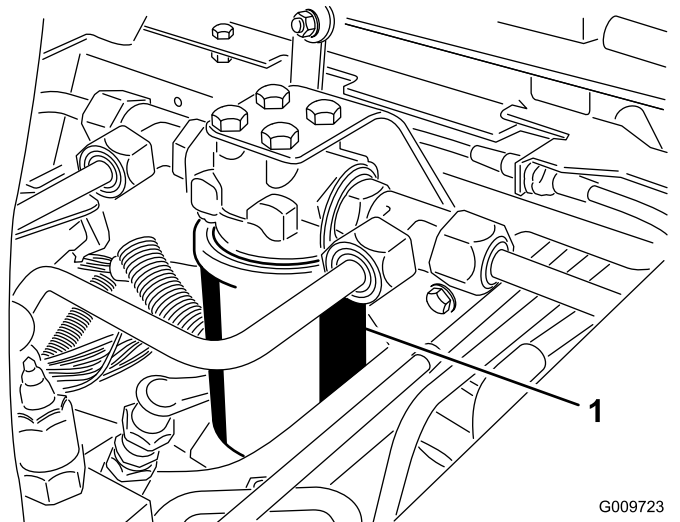
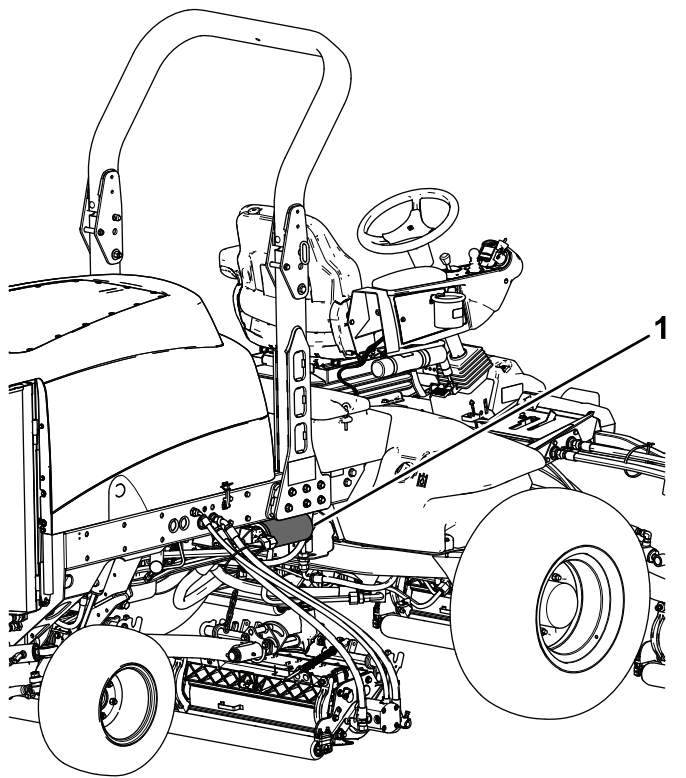

Figure 81
Figure 82
3. Placez un bac de vidange sous le filtre et déposez le filtre (Figure 81 & Figure 82).